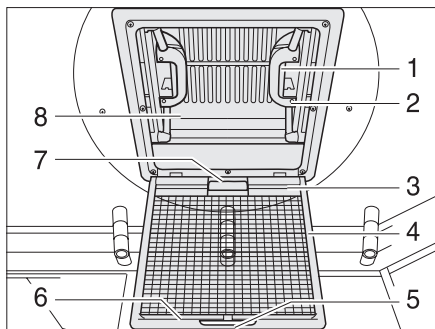

Bild 32 Dachhaube mit Schnappverschluss
- ▶ Am Griff (Bild 32,5) ziehen.
- ▶ Insektenschutz (Bild 32,4) nach unten klappen.
- ▶ Schnappverschluss (Bild 32,1) zur Innenseite der Dachhaube (Bild 32,8) drücken.
- ▶ Gleichzeitig mit dem Griff (Bild 32,2) die Dachhaube nach oben drücken.
- ▶ Insektenschutz (Bild 32,4) nach oben schwenken, bis er einrastet.
- ▶ An beiden Griffen (Bild 32,2) die Dachhaube (Bild 32,8) kräftig nach unten ziehen, bis beide Schnappverschlüsse (Bild 32,1) eingearastet sind.
- ▶ Verdunklungsrollo am Griff (Bild 32,7) ziehen und Hakenleiste (Bild 32,3) in die Halteleiste (Bild 32,6) am Insektenschutz einhängen.
- ▶ Hakenleiste (Bild 32,3) von der Halteleiste (Bild 32,6) lösen und Verdunklungsrollo langsam zurückführen.